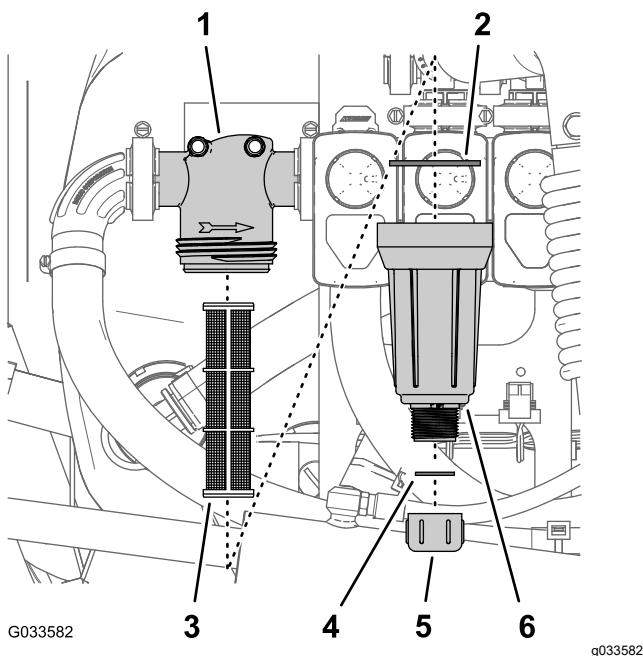

Figura 90
2. Alinhe um recipiente de escoamento debaixo do filtro de pressão (Figura 90).
3. Rode a tampa de drenagem no sentido contrário ao dos ponteiros do relógio e retire-a do recipiente do filtro de pressão (Figura 90).
4. Rode o recipiente no sentido contrário ao dos ponteiros do relógio e retire a cabeça do filtro (Figura 90).
5. Retire o elemento do filtro de pressão antigo (Figura 90).
6. Verifique a junta do tampão de drenagem (localizado no interior do recipiente) e junta do recipiente (localizado no interior da cabeça do filtro) e veja se há danos e desgaste (Figura 90).
7. Instale o novo elemento do filtro de pressão na cabeça do filtro (Figura 90).
8. Instale o recipiente na cabeça do filtro apertando à mão (Figura 90).
9. Enrosque a tampa de drenagem na união na parte inferior do recipiente e aperte bem a tampa à mão (Figura 90).